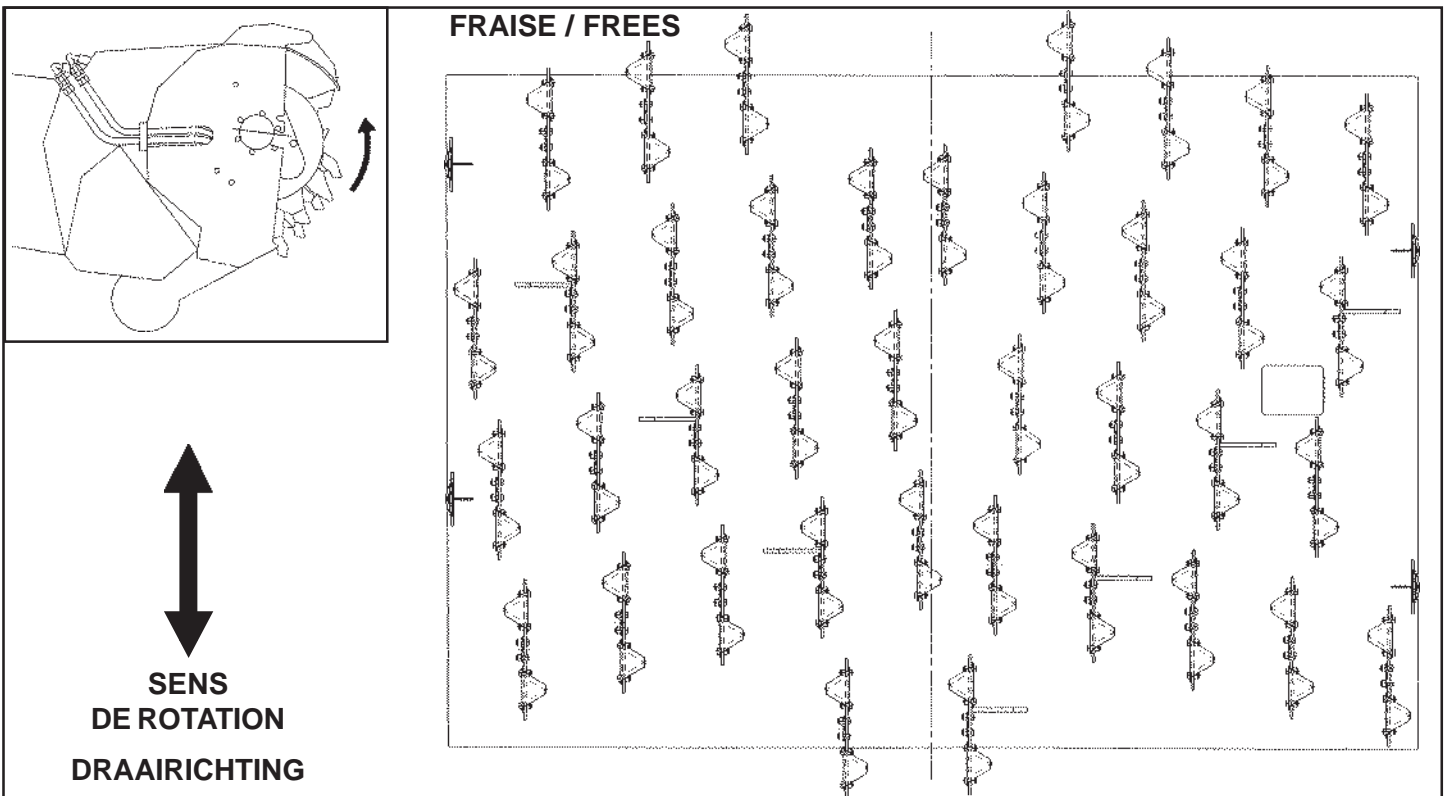

FIG. 12
- 4) Remplacer toujours un copeau par fois avec les vis de fixation et s'assurer que la position et l'orientation soient toujours celles originales (**Fig. 12**).
- 4) De messen steeds één voor één uitwisselen, tesamen met de schroeven en erop letten, dat de stand en de richting weer zijn zoals ze oorspronkelijk waren (**Fig. 12**). **Dent U eraan om na de ingreep het kraantje te openen.**